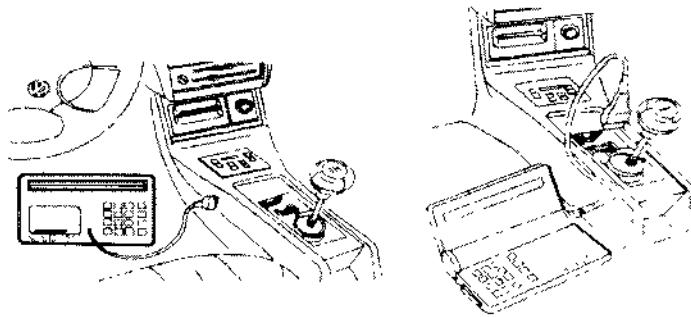

图 8.1 仪器连接
- ① 检查所有车轮轮胎尺寸是否相同，气压是否符合规定。
- ② 检查常规制动系统是否正常（包括制动灯及开关）。
- ③ 检查液压管及接头有否泄漏（可用目测）。
- ④ 检查车轮轴承和轴承间隙是否正常。
- ⑤ 检查 ABS 电子控制单元的线束插头是否正确插上，ABS 部件的触点有无损坏，安装位置是否正确。
- ⑥ 所有熔丝是否完好。
- ⑦ 供电电压是否正常（最低为 10.5V）。
- (2) 连接仪器。
- ① 关闭点火开关。
- ② 打开位于变挡杆前端防尘罩下的诊断接口盖板。
- ③ 将诊断线 V.A.G1551/3 的 5 针插头与 V.A.G1551 或 V.A.G1552 连接，另一端与诊断接口连接（见图 8.1）。